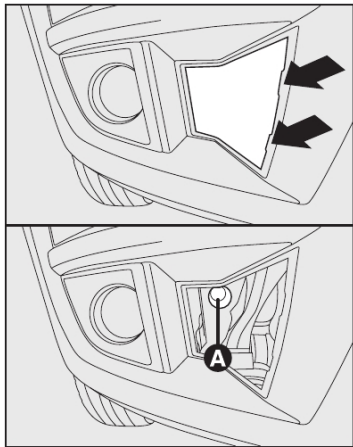

fig. 47
Reboque dianteiro - fig. 47
2) Retirar a tampa de proteção do furo - **setas-fig. 47**.
3) Parafusar o gancho de reboque no furo rosqueado **A-fig. 47** na parte dianteira do para-choque, lado direito.